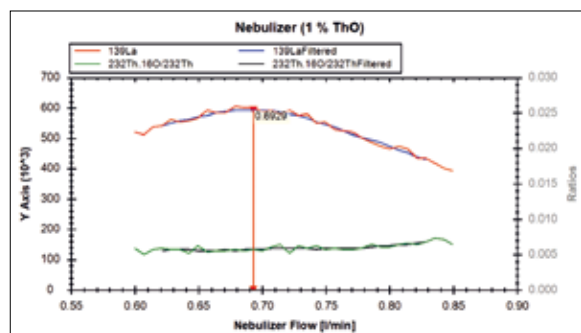

図2: LA-ICP-MSのアルゴンメイクアップガス流量のオートチューニング
- ガス流量を最適化する際に、元素の感度と酸化物の生成率を同時にモニターします。図2の例のように、アルゴンメイクアップガス流量は、両方のパフォーマンス指標の規定基準を満たすように最適化されます。